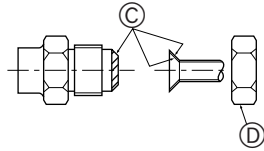

Fig. 5-4
① (Fig. 5-4)
② (Fig. 5-4)
5.5. 连接管道 (Fig. 5-4)
- 在拧紧扩口螺母之前，请于管道和接头装配表面上涂抹薄薄一层冷冻机油。①
- 使用两把扳手拧紧接管接头。②
- 在整个扩口装配表面上涂抹冷冻机油。③
- 使用下列的扩口螺母。④